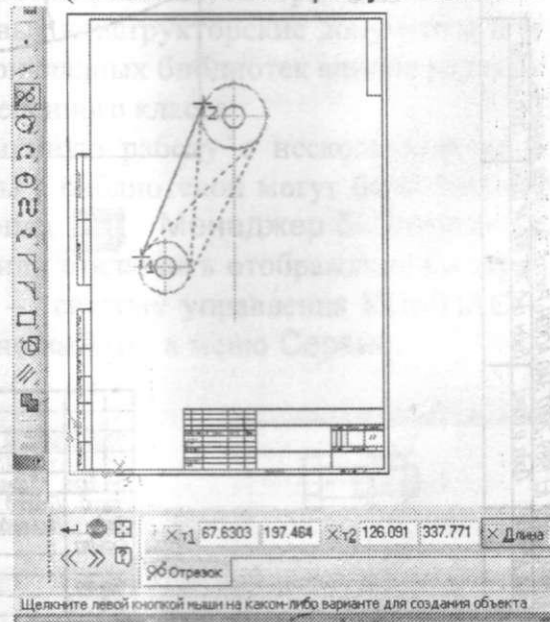

Рис. 23. Выполнение команды **Отрезок**, касательный к двум кривым
- 5.3. Выполнить касательную прямую с помощью кнопки **Отрезок**, касательный к двум кривым  панели **Расширенных команд** кнопки **Отрезок** (рис. 23).